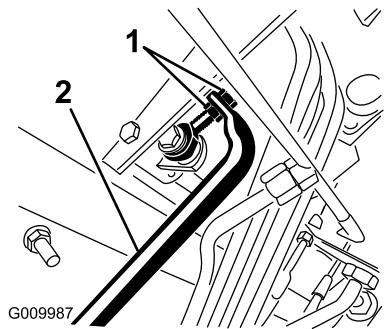

図 46
- 前への動きを止めたい場合は、ポンプロッドの端部にあるジャムナットを回してポンプロトーラチューブ 図 46 を前へ動かす。後への動きを止めたい場合は、後へ動かす。